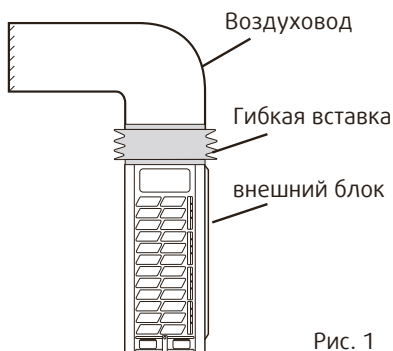

Рис. 1
- Пожалуйста, установите мягкое соединение между машиной и воздуховодом, чтобы предотвратить вибрационный шум, см. рис.1.